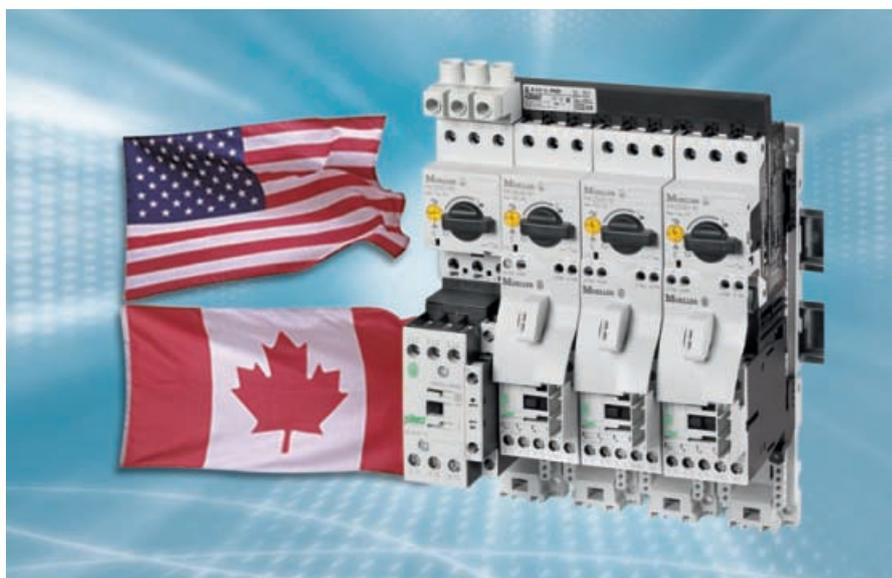

Fig. 1 :
- ensemble démarreur-moteur « Combination Starter Type F » (cf. Fig. 1)